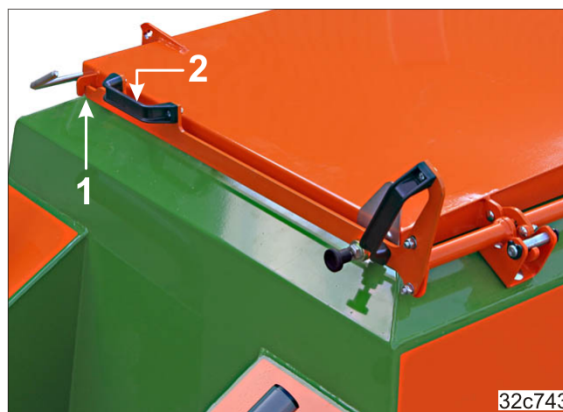

Fig. 205
4. Den Hebel (Fig. 205/1) entriegeln.
- 4.1 Den Hebel am Griff (Fig. 205/2) nach unten drücken.